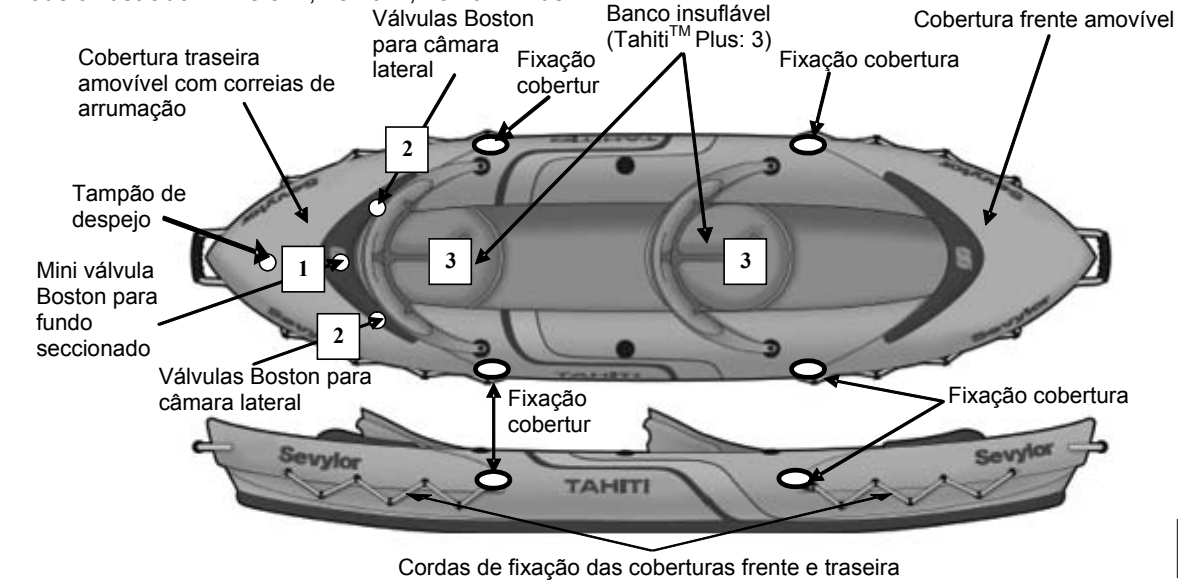

Figura 1
- a) Válvula(s) Boston (figura ao lado): desaparafuse a tampa da válvula (1), aparafuse o corpo da válvula (2) na base da válvula (3); mantenha esta a tampa acessível. Introduza a extremidade do tubo da bomba na válvula e encha até atingir o nível de pressão recomendado (ver ponto 3). Após o enchimento, fechar bem todas as válvulas com as suas tampas (nos sentido dos ponteiros do relógio). **N.B.:** uma ligeira fuga de ar antes do fecho das válvulas com as suas tampas é normal. Apenas a tampa das válvulas assegura a **ESTANQUIDADE**.
- b) Válvula de bloqueio dupla™ e Mini válvula de bloqueio dupla™ – consultar desenho na página 3: Abra a válvula (A). Para iniciar o enchimento, retire a tampa e puxe-a para fora (B). Ligue o bico do adaptador à válvula e ligue a bomba (C). Para fechar a válvula: empurre para dentro a bomba, fechando assim a válvula (D). Retire a bomba e feche a tampa exterior (E).
3. Encha o barco segundo a ordem de enchimento indicada na placa matrícula impressa no barco (ver também a figura 1, a numeração das válvulas).